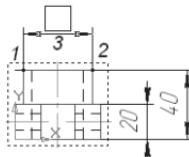

Рис. 352
- для примера рассмотрим указание диаметрального размера с помощью **↔** – **Линейного размера**. На виде слева курсором мыши укажите точки привязки размера (рис. 352);